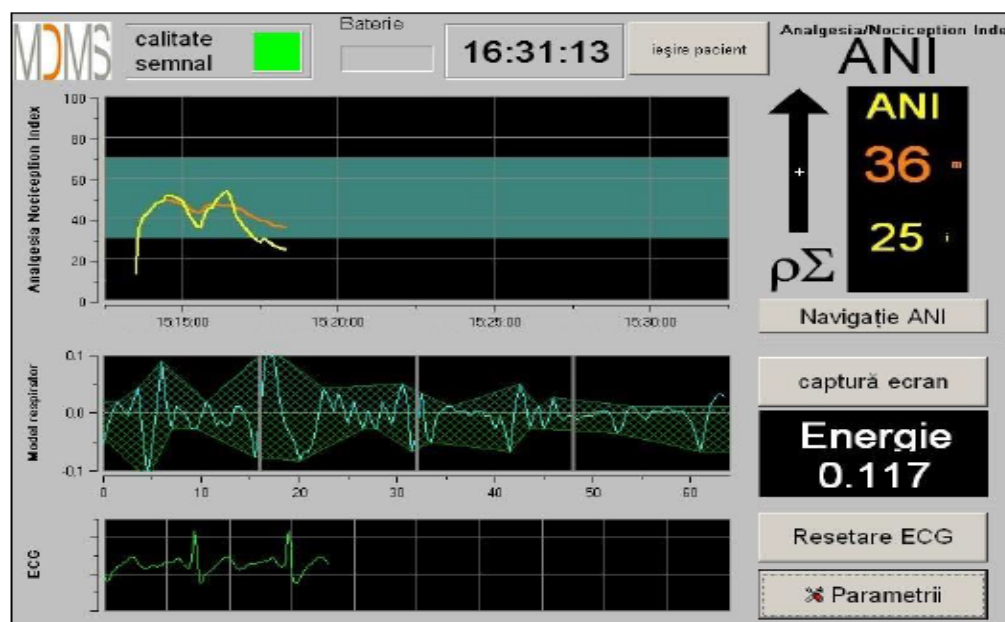

Figura 30
- ”Modul Expert” care arată modelul respirator și mai multe funcțiuni numite ”Energie” (figura 30)